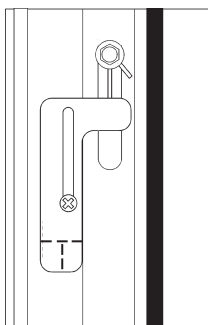

Рисунок 7 – Монтаж задающего элемента
12.1.2 Закрепите задающий элемент (см. рис. 7) на цапфе запирающей фурнитуры на створке окна с помощью крючка (17).
12.3.1 Закрепите задающий элемент (см. рис. 7) на запирающей фурнитуре на створке окна с помощью крючка (16). Подогните крючок, чтобы он лучше держался.